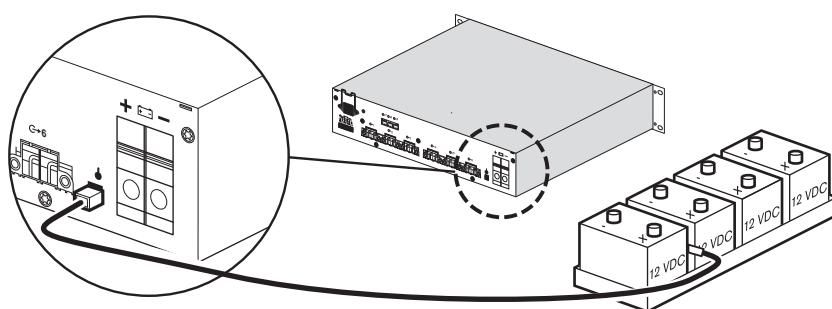

Рисунок 6.6 Подключение температурного датчика
2. Прикрепите корпус датчика вплотную к батарее, чтобы обеспечить хорошую тепловую связь и получать правильную информацию о температуре. Например, поместите датчик в лоток батареи или разместите его между батареями. См. Рисунок 6.6.